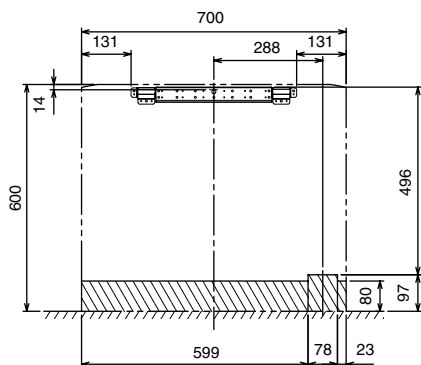

Fig. 3-7
- 1) Pour la tuyauterie cote gauche ou arriere gauche (Fig. 3-7)